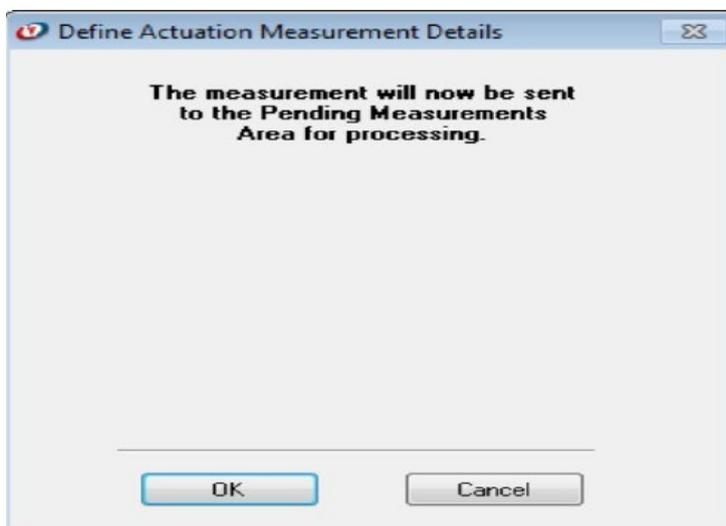

Figura 95. Caixa de diálogo de detalhes de medição de atuação.
- Clique em seguida no botão para medir e abrirá a caixa de diálogo *Define Actuation Measurement Details*, definir detalhes de medição de atuação conforme Figura 95.